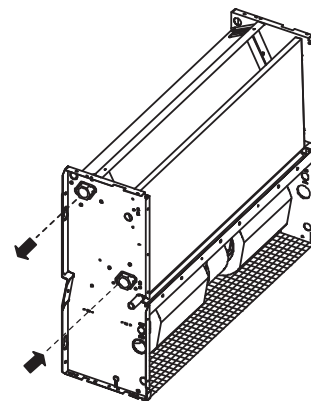

рис. 3
- 3) Прикрепите заднюю панель термостата к стене с помощью двух шурупов (рис. 3).